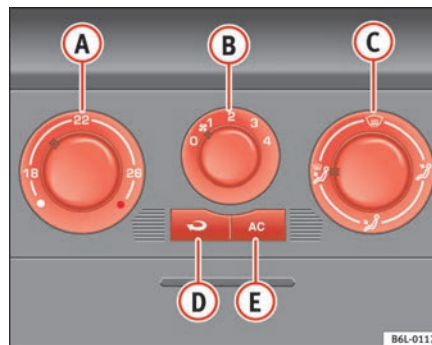

Abb. 91 In der Instrumententafel: Bedienelemente Klimaanlage
- Schalten Sie die Kühlanlage mit der Taste ⇒ Abb. 91  aus (die Kontrollleuchte in der Taste erlischt).
Im Umluftbetrieb \Rightarrow Seite 126, Abb. 91  (in der Taste leuchtet eine Kontrollleuchte) wird verhindert, dass starke Umweltgerüche in das Fahrzeuginnere gelangen können, die beispielsweise beim Durchfahren eines Tunnels oder in einem Stau auftreten.